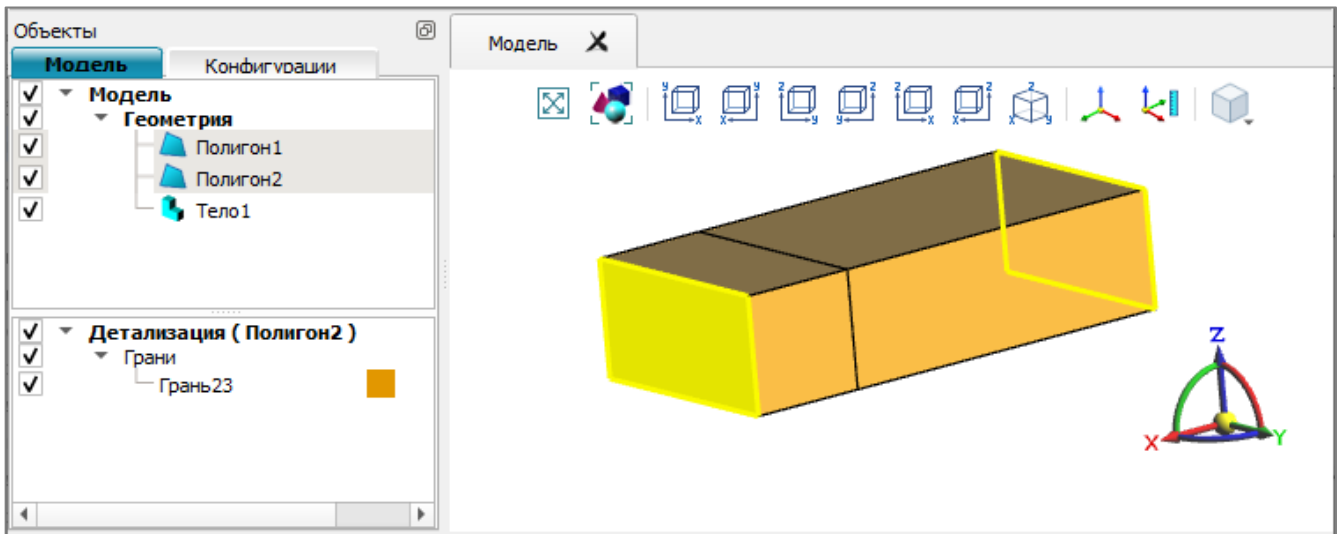

Рис. 47
5) повторить пункты 3 и 4 для другой стороны незамкнутого тела (рис. 47);